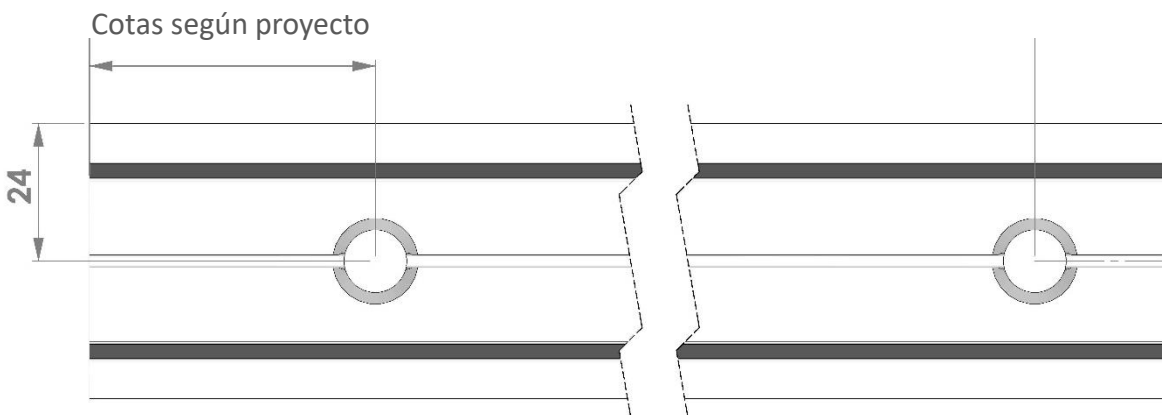

Figura 2
- También existe la posibilidad de realizar los taladros de fijación del Perfil “U” en el centro del mismo (Figura 2). Realizar los taladros según las cotas de la hoja de mecanizado del proyecto.